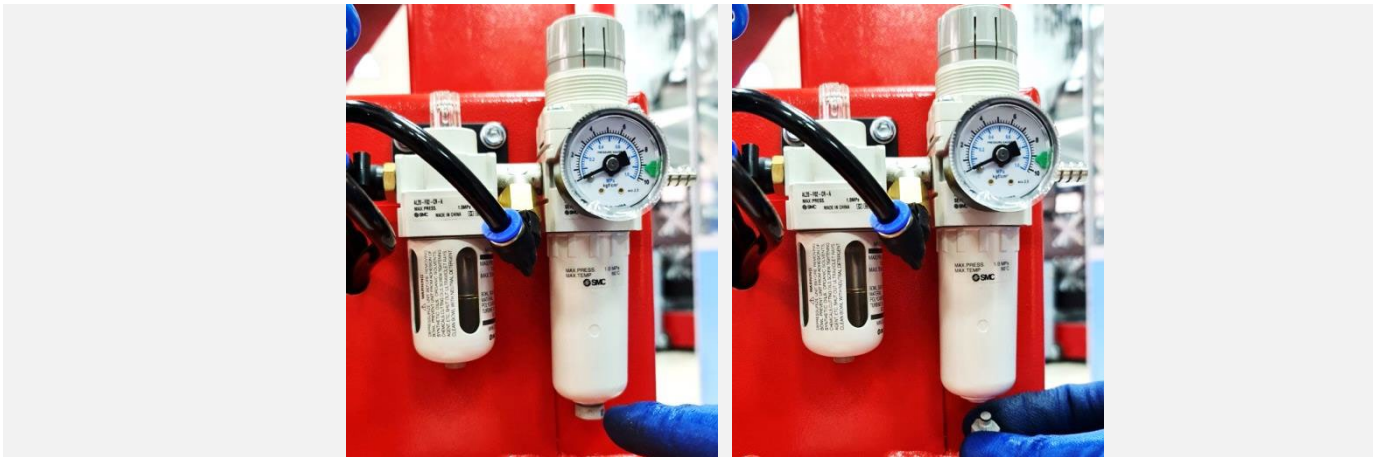

Рисунок 69
11.3.1 При достижении конденсатом уровня на 10 мм ниже фильтрующего элемента, необходимо выполнить его слив. Для этого повернуть сливную пробку на дне стакана (см. Рисунок 69) и дождаться полного вытекания конденсата.